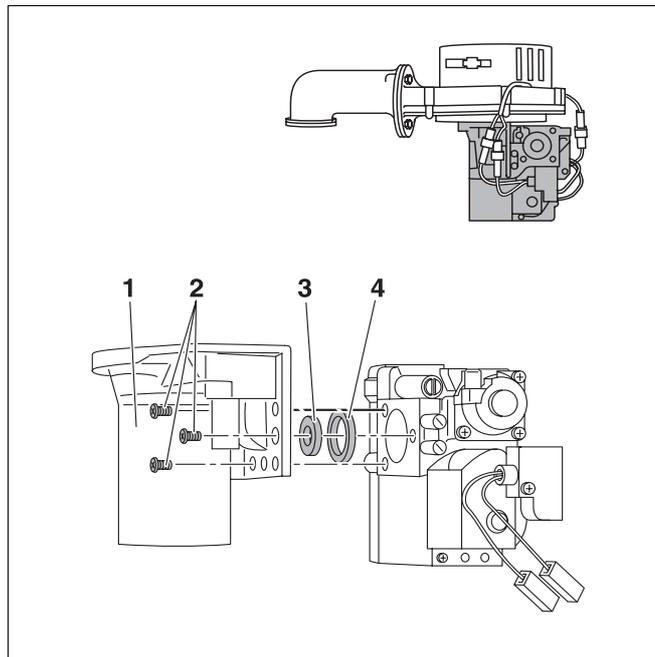

Abb. 54 Gasdüse wechseln
Die Umstellung auf eine andere Gasart geschieht durch den Aus- bzw. Einbau einer Gasdüse (Abb. 54, Pos. 3) mit entsprechendem Gasdüsendurchmesser (Tab. 7).
Bei Umbau auf Flüssiggas B/P ist komplette Venturi (Abb. 54, Pos. 1) zu tauschen.
- Drei Schrauben (Abb. 54, Pos. 2) an der Längsseite der Gasarmatur lösen.
- Neue Dichtung (Abb. 54, Pos. 4) einsetzen.
Legende für Abb. 54: Gasdüse wechseln